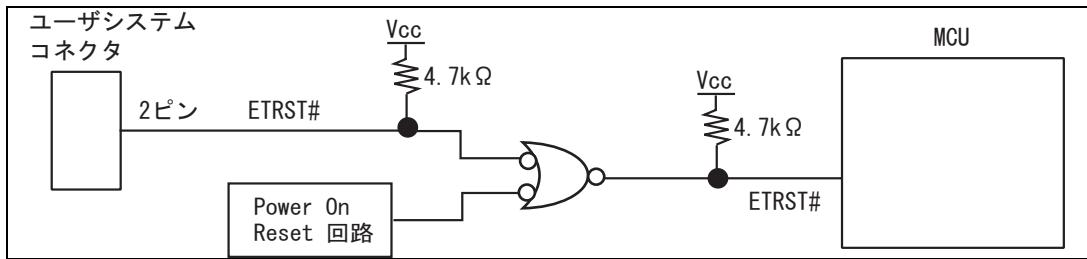

図 1.8 ETRST#端子の接続
5. H8S/2116F の ETRST#端子は、図 1.8 に示すように Power On Reset 回路の信号が入るようにしてください。E10A-USB 未接続で電源投入時に H8S/2116F が初期化されないことがあります。